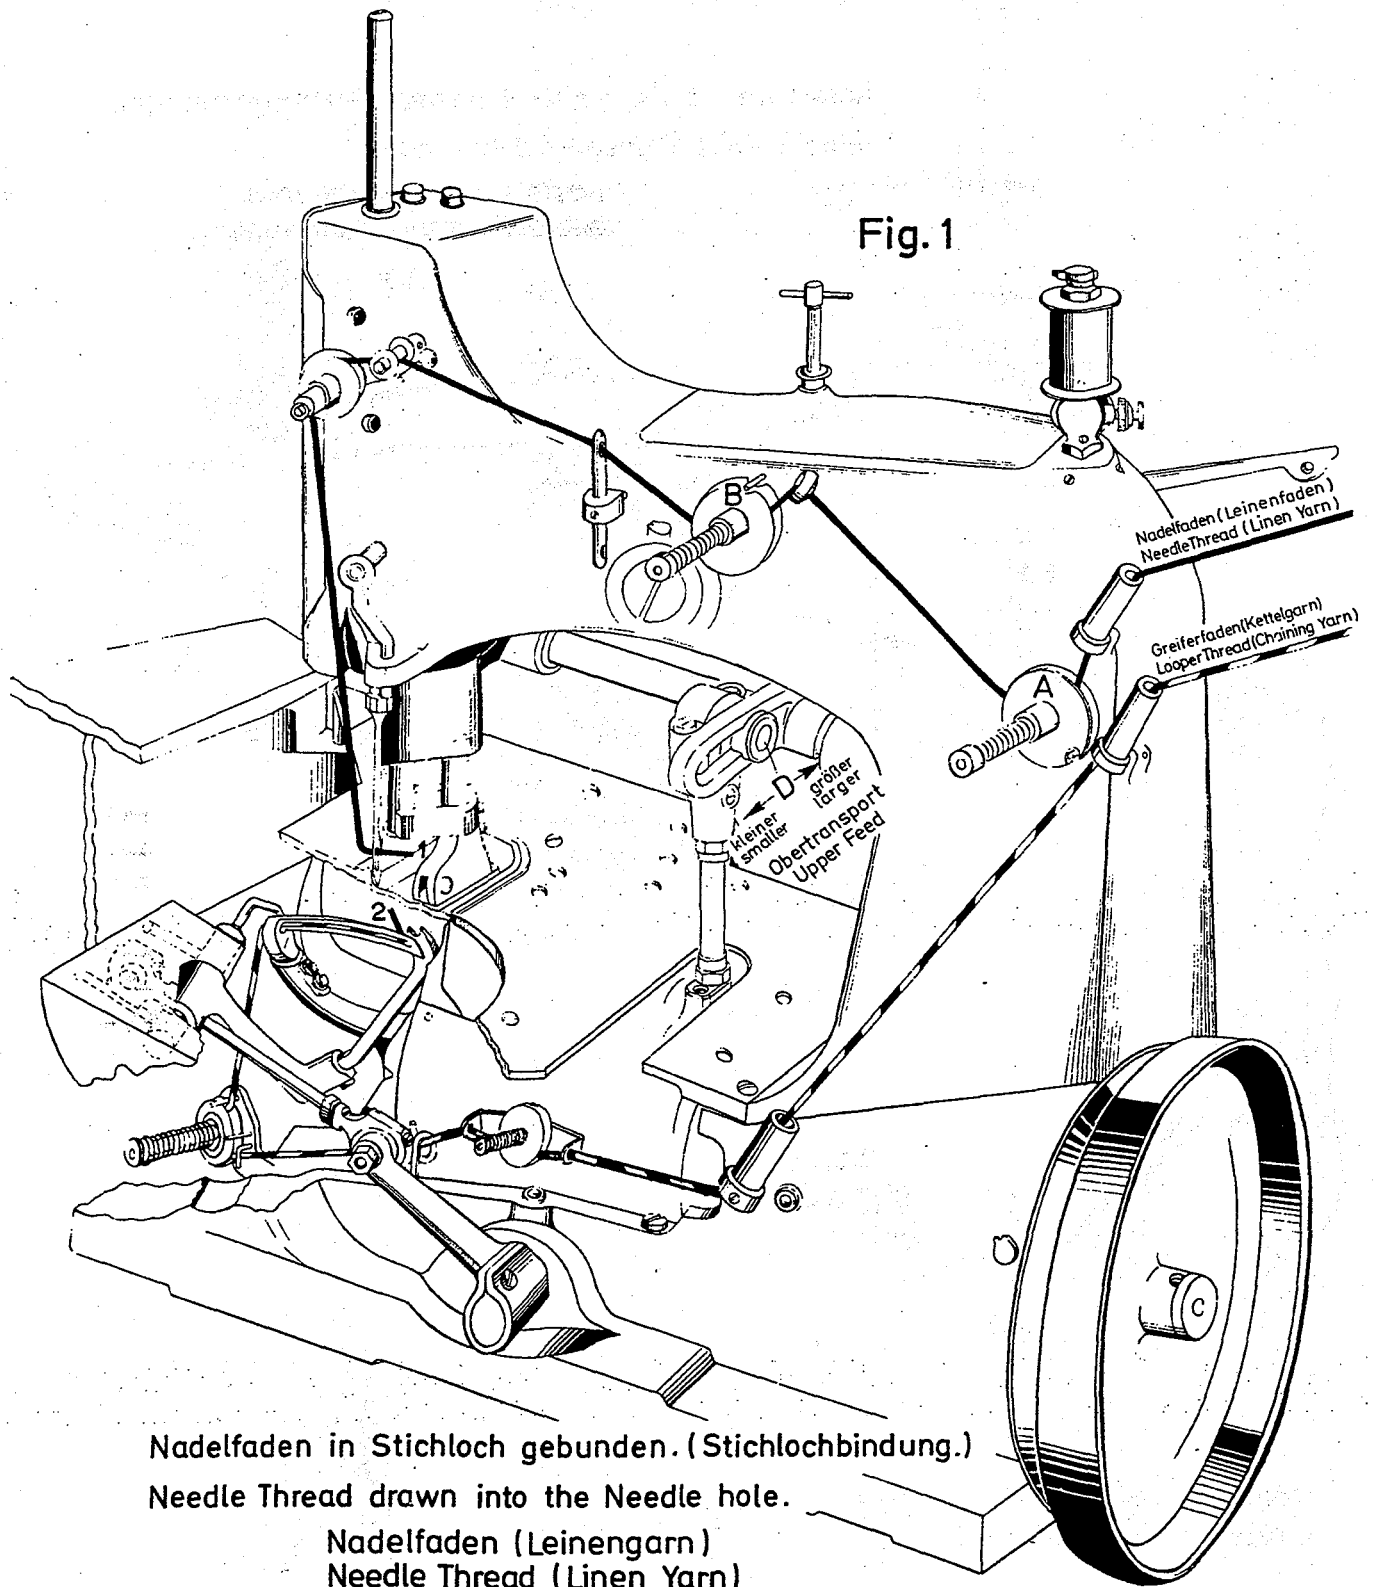

Fig. 1
Bei Verwendung von Leinengarn ist der Nadelfaden nach Fig. 1 der Einfädelanleitung einzufädeln.
Die Stichlänge ist entsprechend der Kettelgarnstärke nach Lösen der Mutter Teil-Nr. HA 18 A (Fig. 3) einzustellen. Verstellen der Schwinge nach unten ergibt größere, Verstellen nach oben kleinere Stichlänge. Der Obertransport ist dann entsprechend an der Schwinge einzustellen. Verstellen nach hinten größerer Stich, nach vorn kleinerer Stich. (Fig. 1 u. 4).
Die Maschine ist für eine Naht mit Stichlochbindung (Fig. 1) eingestellt. Sollten Sie Kantenbindung wünschen, so können Sie diese Naht durch Herausnehmen des Nadelfadens aus der ersten Nadelfadenspannung (A) erreichen. (Fig. 4). Der Kettelfaden wird dann in diese Spannung (A) eingelegt (Fig. 4). Evtl. ist noch ein ausregulieren notwendig, damit der Nadel-faden sauber an der Kante liegt.
In using Linen Thread, the Needle Thread has to be threaded as in Fig. 1.
The choice of the stitch range depends on the thickness of the Chaining Yarn. To obtain a longer stitch, loosen the nut part no. HA 18 A and push the rocker arm link downwards (Fig. 3). Pushing it upwards, results in a shorter stitch. Then tie the nut again. After that, adjust the upper feed (means the rocker link). Backward-longer stitch, forward-shorter stitch. (Fig. 1 and 4).
The sewing machine is generally adjusted to produce a "Needle thread drawn into the needle hole" seam (Fig. 1). Should a "Needle thread drawn to the edge" seam be desirable do the following. Take the Needle Thread out of Thread Tension (A). Put the Chaining Thread in Thread Tension (A) (Fig. 4). The Thread Tension may be readjusted till the Needle Thread is properly situated at the edge.